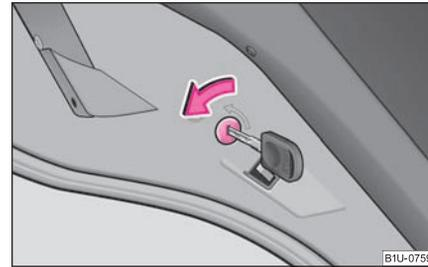

Fig. 36 Protection pour les enfants dans les portes arrière
- Tournez la fente dans la portière arrière dans le sens de la flèche au moyen de la clé du véhicule ⇒ fig. 36.